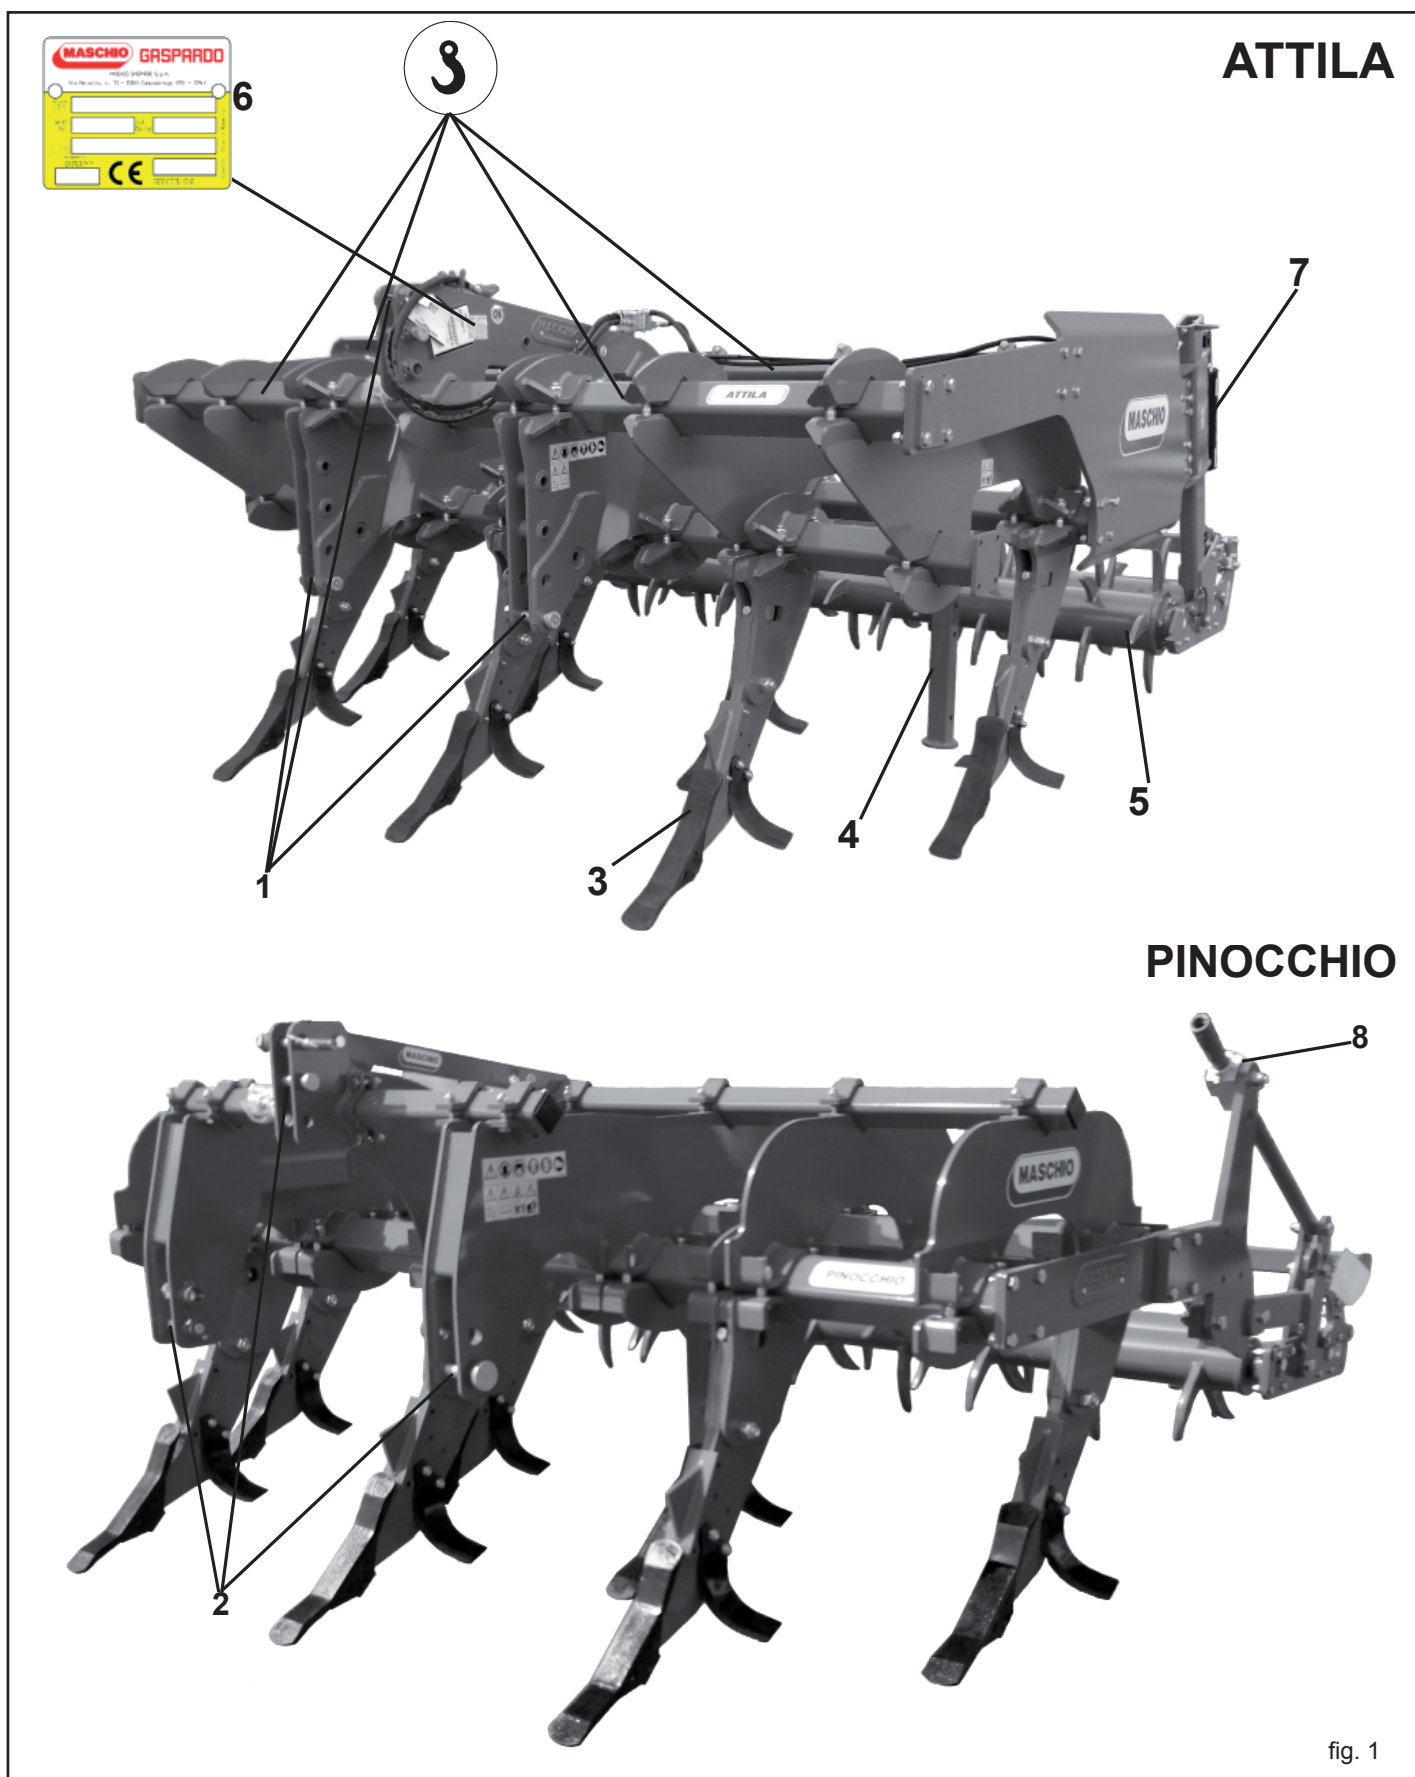

fig. 1
Fiecare utilaj este dotat cu o plăcuță de identificare (5 Fig. 1) care cuprinde:
Această operațiune, datorită gradului ridicat de periculozitate, va fi executată numai de persoane calificate și responsabile. Greutatea mașinii este indicată pe plăcuță de identificare (5 Fig. 1).
1.6 PREZENTARE ANSAMBLU (Fig. 1)